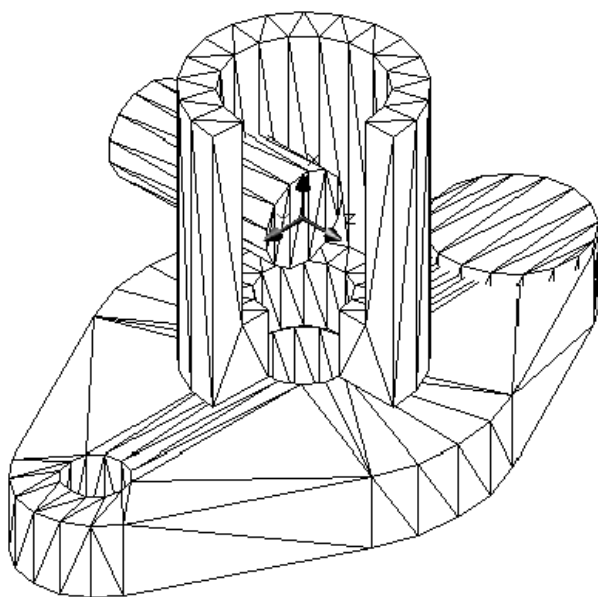

图 7-83
(19)单击【绘图】下拉菜单中的【实体】子菜单中的【拉伸】选项。将绘制好的圆拉伸“-30”个高度，拉伸角度为“0”。所绘图形如图 7-83 所示：